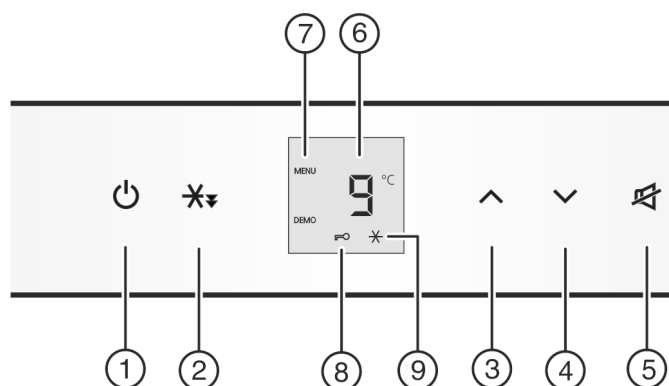

Fig. 2
- ▶ Premere il tasto On/Off Fig. 2 (1).
- ▶ Attivazione del modo regolazione: Premere il tasto SuperCool Fig. 2 (2) per ca. 5 sec.
- ▶ Per inserire la sicurezza bambini premere brevemente il tasto SuperCool Fig. 2 (2).
- ▷ Il simbolo Sicurezza bambini Fig. 2 (8) si illumina. Nel display lampeggia **c**.
- ▶ Per disinserire la sicurezza bambini premere brevemente il tasto SuperCool Fig. 2 (2).
- ▷ Il simbolo Sicurezza bambini Fig. 2 (8) si spegne. Nel display lampeggia **c**.
- ▶ Disattivazione del modo regolazione: premere il tasto On/Off Fig. 2 (1).
- ▶ Premere il tasto Allarme Fig. 2 (5).
- ▶ Regolazione della temperatura su valori più caldi: Premere il tasto di regolazione Up Fig. 2 (3).
- ▶ Regolazione della temperatura su valori più freddi: Premere il tasto di regolazione Down Fig. 2 (4).
- ▶ premere brevemente il tasto Raffreddamento rapido Fig. 2 (2).
- ▷ Il simbolo Raffreddamento rapido Fig. 2 (9) si illumina nel display.
- ▷ Il simbolo Raffreddamento rapido Fig. 2 (9) si spegne nel display.